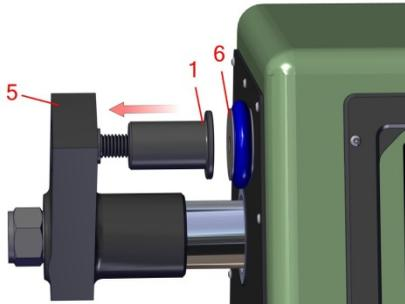

Figura 5.1.2
2. Instale el soporte ajustable de mordaza (Figura 5.1.2, Ítem 1) sobre el brazo movable de mordaza de la Máquina Universal de Ensayos (Figura 5.1.2, Ítem 5).
3. Elija las dos mordazas de compresión o las dos de corte. Aliñe las patas localizadas en la parte posterior de las mordazas con los agujeros ubicados en el brazo movable portamordaza (Figuras 5.1.2, Ítem 5) y soporte estacionario de mordaza (Figura 5.1.2, Ítem 6). Suavemente deslice las mordazas sobre el brazo movable portamordaza y el soporte estacionario de mordaza.